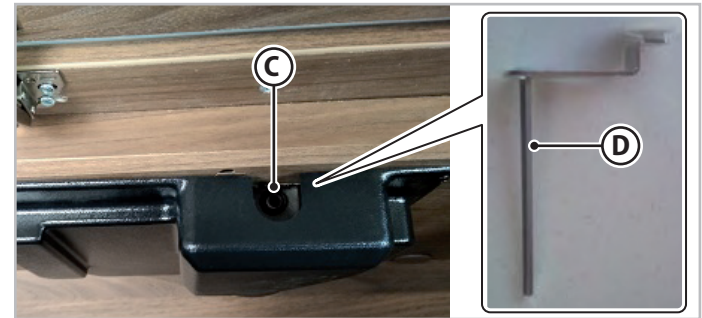

Fig. 6.20 - Elektrisk sengeutløser type A
2. På motorens fremre del, sett inn nøkkelen (D - Fig.6.20) inne i skruen (C - Fig.6.20) for manuell håndtering.